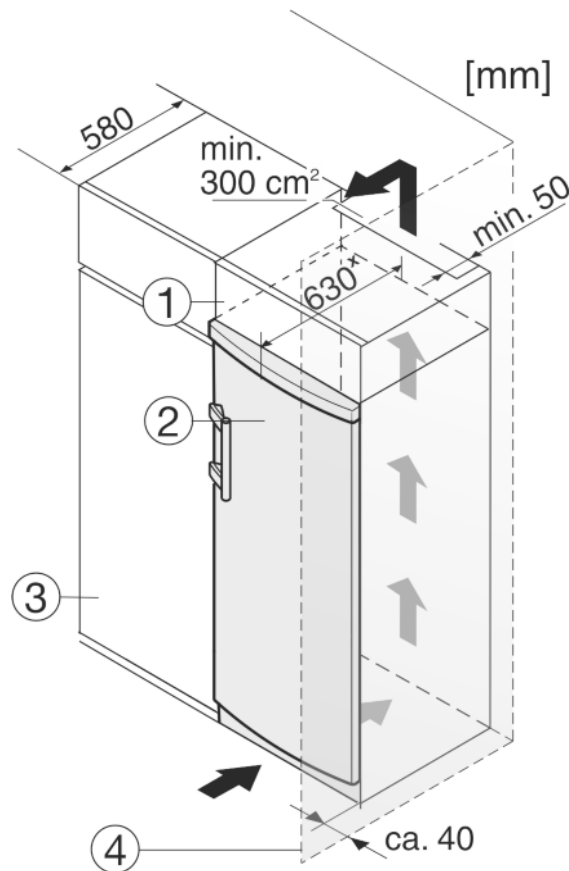

Fig. 9
Das Gerät kann mit Küchenschränken umbaut werden. Um das Gerät Fig. 9 (2) der Küchenzeilenhöhe anzugleichen, kann über dem Gerät ein Aufsatzschrank Fig. 9 (1) angebracht werden.
Beim Umbau mit Küchenschränken (Tiefe max. 580 mm) kann das Gerät direkt neben dem Küchenschrank Fig. 9 (3) aufgestellt werden. Das Gerät steht seitlich 34 mmx und in der Gerätemitte 50 mmx gegenüber der Küchenschrankfront vor.
Wenn das Gerät mit den Scharnieren neben einer Wand *Fig. 9 (4)* aufgestellt wird, muss der Abstand zwischen Gerät und Wand mindestens 40 mm betragen. Dies entspricht dem Griffüberstand bei geöffneter Tür.